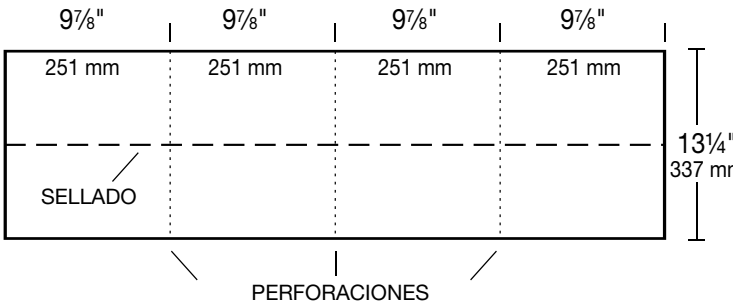
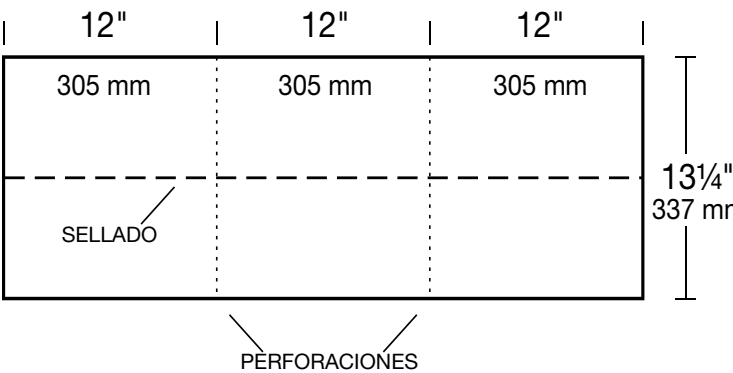

Figura 17 - Teja para limatesas y cumbreras RidgeFlex™ de 10"
Figura 18 - Teja para limatesas y cumbreras RidgeFlex™ de 12"
Realice la preparación para la aplicación separando cada teja para limatesas y cumbreras en las perforaciones: la teja RidgeFlex™ de 10" produce cuatro (4) tiras individuales para limatesas y cumbreras (*vea la Figura 17*), y la teja RidgeFlex™ de 12" produce tres (3) (*vea la Figura 18*). Observe la presencia de las tiras de sellado.